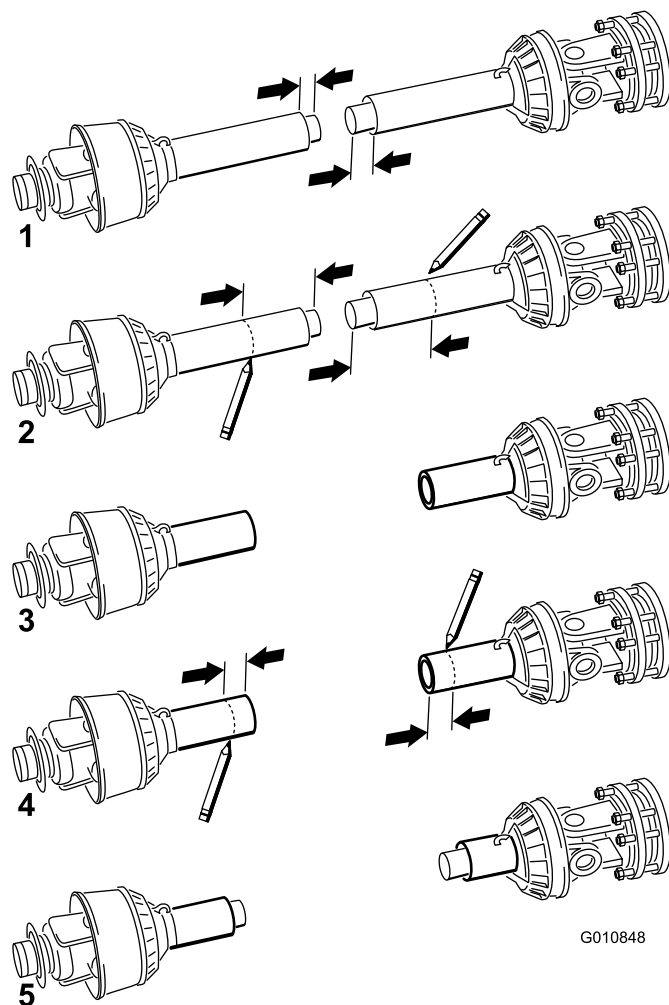

Figura 15
10. Separate le due metà dell'albero della presa di forza (Figura 15, illustrazione 1).
11. Misurate la distanza tra il bordo di ogni tubo e il relativo dispositivo di sicurezza (Figura 15, illustrazione 1). Annotate queste distanze.
12. Usando le misure determinate al punto 8, individuate e contrassegnate l'altezza a cui tagliare un pezzo di dispositivo di sicurezza e di tubo da ogni metà dell'albero della presa di forza (Figura 15, illustrazioni 2 e 3).
13. Usando le misure determinate al punto 11, individuate e contrassegnate l'altezza a cui tagliare i tubi per scoprire i dispositivi di sicurezza (Figura 15, illustrazioni 4 e 5).